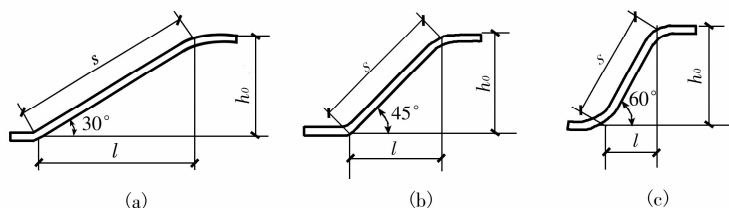

图 1-7 弯起钢筋斜长计算简图
(3) 弯起钢筋斜长。弯起钢筋斜长计算简图如图 1-7 所示。弯起钢筋斜长系数见表 1-5。